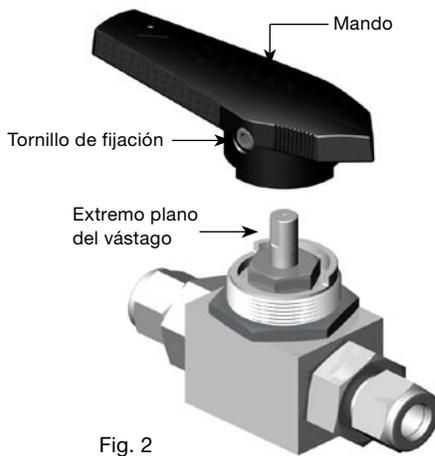

Fig. 2
1. Afloje el **tornillo de fijación** del mando. Fig. 2
5. Mientras sujeta la **placa superior** contra el **mando**, póngalo **boca abajo** e insértelo en el vástago de la válvula, alineando el **extremo plano** con el **tornillo de fijación**. Fig. 2.